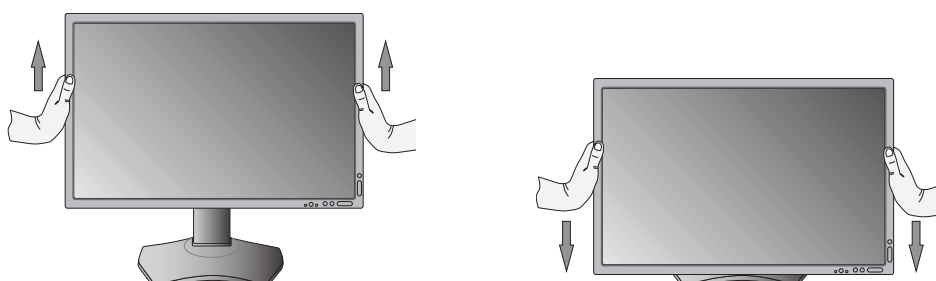

**Рисунок E.1**
9. Включите монитор с помощью расположенной на передней панели кнопки питания (**Рисунок E.1**) и компьютер.